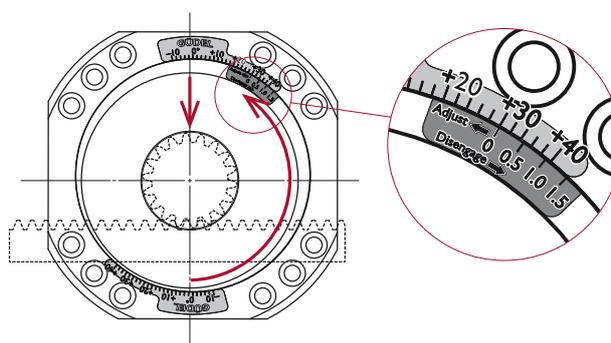

Bild 2: Vorposition 30°
3. Drehen des Getriebes gegen den Uhrzeigersinn in Vorposition 30° (Bild 2)